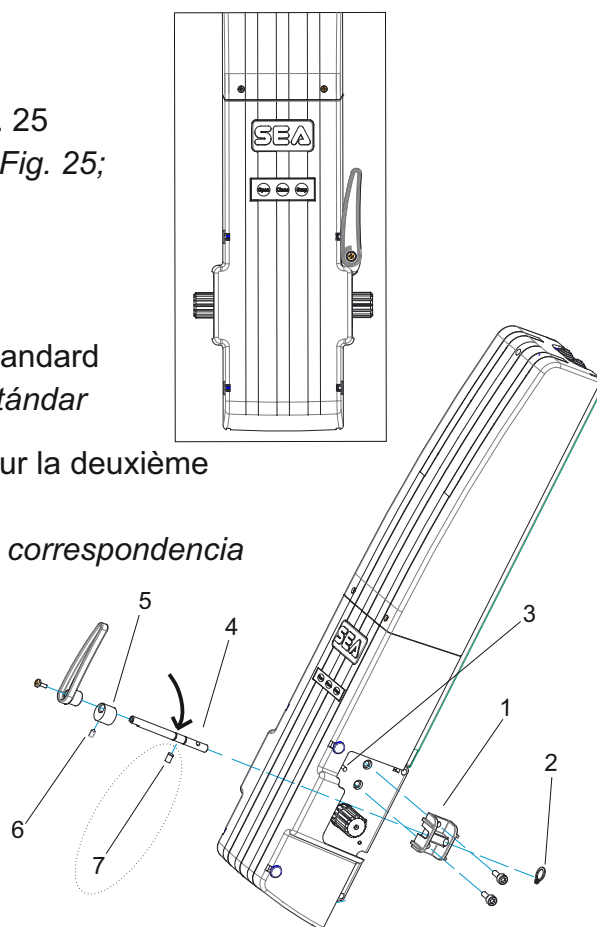

Fig.25
1) Démontez l'unité de déverrouillage comme indiqué en Fig. 25
Desmontar la unidad de desbloqueo como se muestra en Fig. 25;
Les points indiqués par les flèches dans Fig. 25 doivent en puissance être considérés dangereux; pour cela l'installateur doit exécuter une analyse des risques appropriée dans le but de prévenir les dangers d'écrasement, trainement, cisaillement, accrochement et blocage, de manière que l'installation soit sûre et ne cause pas des dommages à personnes, choses et animaux (Ref. Legislation en vigueur dans le pays d'installation).